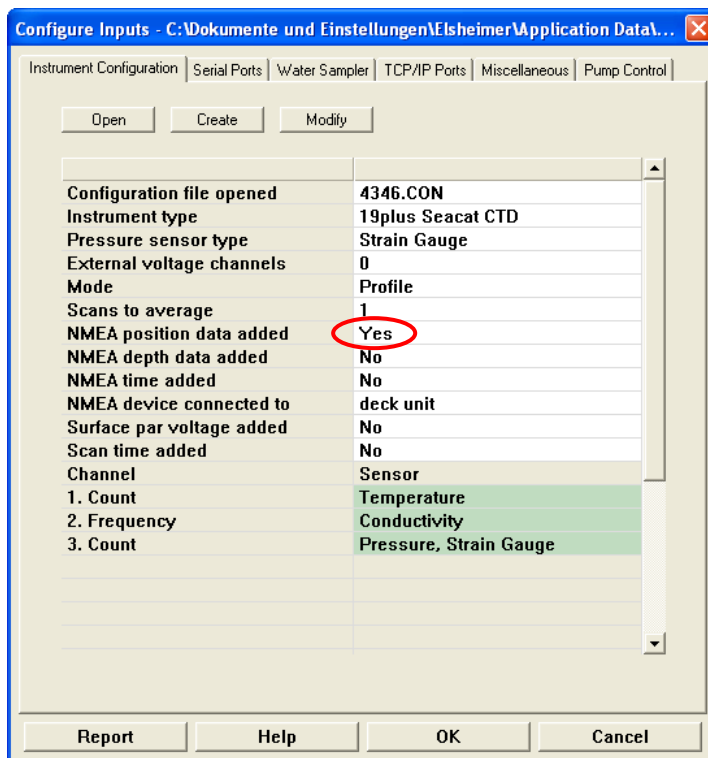

Abb. 4. NMEA Einstellung im .con File.
3. Darauf achten, dass **NMEA position data added** auf **YES** steht (Abb.4, Seite 9). Falls nötig über **Modify** die NMEA-Einstellung ändern, indem man das Häkchen setzt und **NMEA device connected to deck unit** auswählt (Abb.5, Seite9).